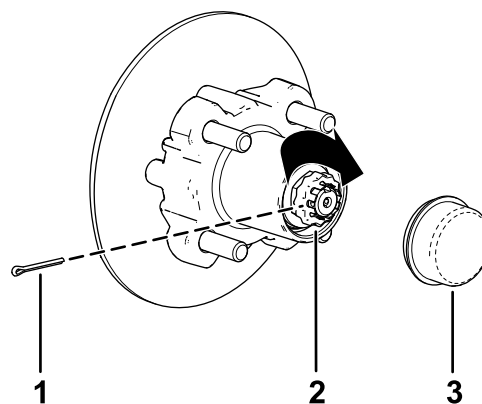

Bild 33
8. Befestigen Sie den Halter über der Mutter und prüfen Sie die Ausfluchtung des Schlitzes im Halter und dem Loch in der Spindel für den Splint (Bild 33).
9. Setzen Sie den Splint ein und biegen Sie jeden Abschnitt um den Halter (Bild 33).
10. Setzen Sie den Staubdeckel auf die Radnabe (Bild 33).